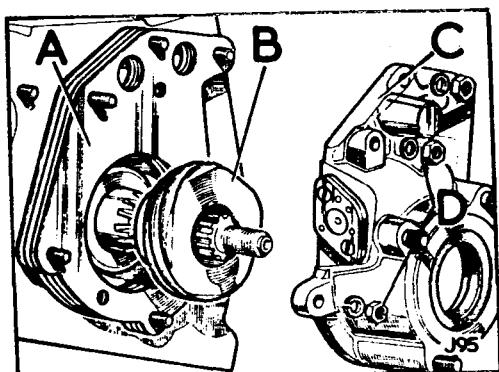

Fig. C1-22 Conjunto del mando del velocímetro
- 1.2. Desmontar las tuercas de fijación, D (Fig. C1-22) y retirar la caja completa, C, con los suplementos, A, y el piñón, B.
- 2.1. Efectuar el montaje en órden inverso, apretando las tuercas de fijación, D - - - (Fig. C1-22) de la caja del velocímetro a una tensión de 1.3 á 1.8 mkg.